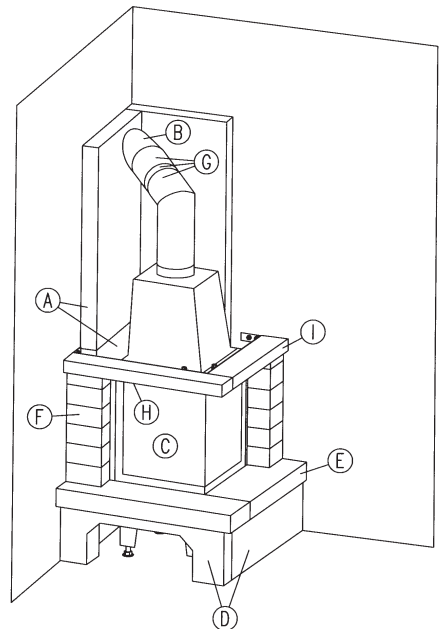

Abb. 8
- 10.2 Legen Sie den Obersims auf den Auflagerahmen und die Seitenteile ohne Spezialsilikon auf. Achten Sie bei dem Auflegen des Obersimses auf einen allseitigen gleichmäßigen Überstand. Die Fugen des Obersimses werden zur Wand mit dem Spezialsilikon versiegelt. **(Abb. 8)**